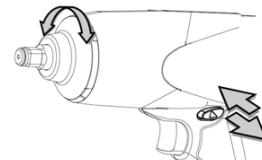

Fig. 3
4. Gebruik de staaf voor vooruit/achteruit op de aandrijfeneheid om de machine de andere kant op te laten werken (zie fig.3). De aanwijzingen voor de rotatie worden ook weergegeven op de voorkant van de balk.